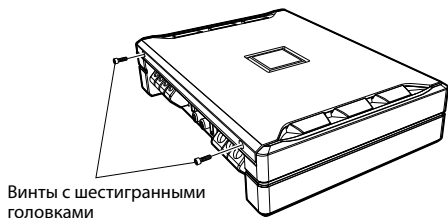

Рис. 1
1. Выверните винты с шестигранными головками с помощью прилагаемого шестигранного торцевого ключа (малый). (Рис. 1)